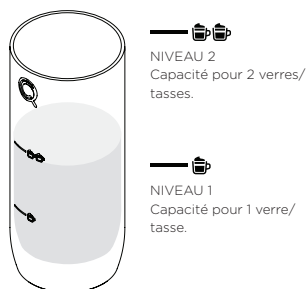

Fig. 19: Versez le lait dans le réservoir à lait.
- Versez le lait dans le réservoir à lait pour la quantité voulue (voir Fig. 19).
- Versez le lait dans le réservoir à lait pour la quantité voulue (voir **Fig. 19**).